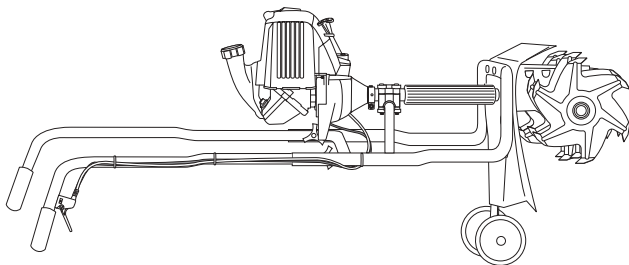

Fig. 17
2. Placez l'appareil sur une surface plane pour que le cultivateur soit en position horizontale afin de relever correctement le niveau d'huile (Fig. 17).